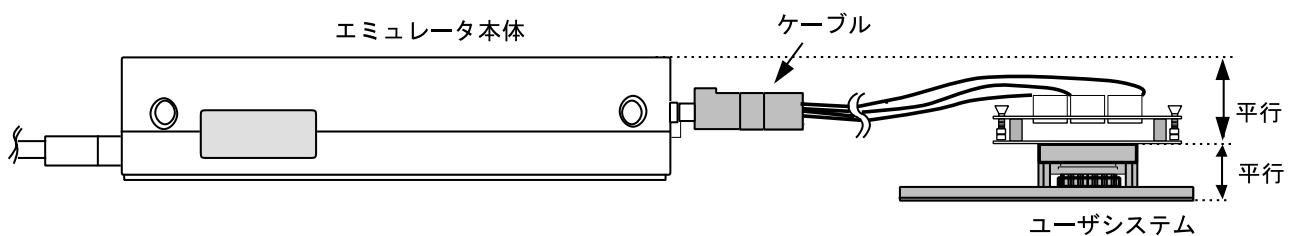

図10 設置例
- (1) ユーザシステムへの接続時には1ピン位置に十分注意して、誤接続は絶対にしないでください。
- (2) 本ユーザシステムインターフェースケーブルを使用する場合の推奨マウントパッド寸法は、MCU実装用マウントパッド寸法とは異なりますので注意してください。
- (3) 本ユーザシステムインターフェースケーブルは、HS2628EPI61Hエミュレータ専用ですので、他のエミュレータ本体には使用しないでください。
- (4) ケーブル本体部が断線する可能性がありますので、本ユーザシステムインターフェースケーブルの上に重いものや金属等の角の尖ったものを置かないでください。
- (5) ユーザシステムに接続した状態では、ユーザシステムインターフェースケーブル、特にケーブル先端部に無理な力が加わらないように注意する必要があります。図10の設置例を参照してご使用ください。